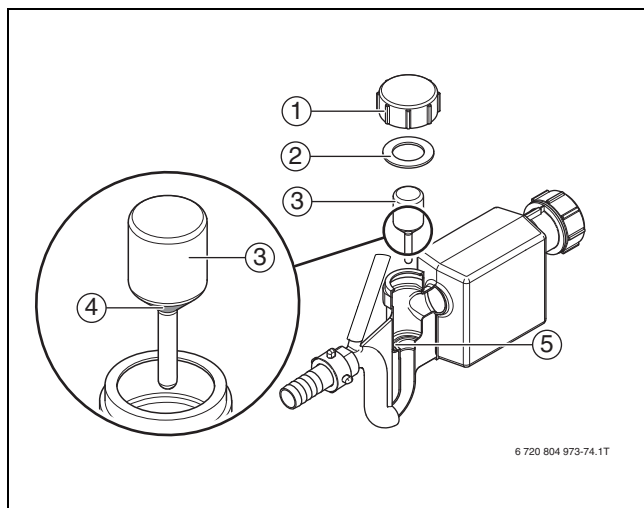
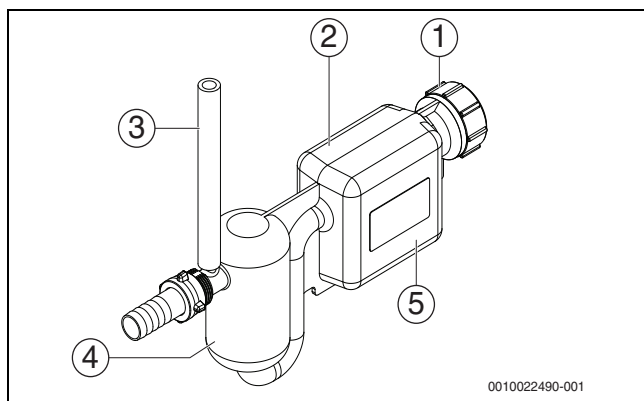
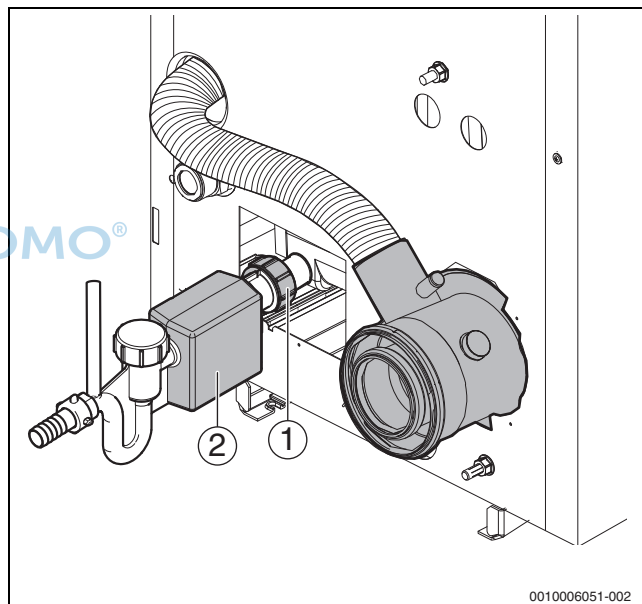

Bild 76 Siphon reinigen, Version 1
Bild 77 Siphon, Version 2
Bild 78 Kondensatwanne reinigen; dargestellt mit Siphon Version 1
Je nach Fertigungsstand können unterschiedliche Versionen des Siphons ausgeliefert oder montiert sein (→ Bild 76 und 77). Die Verwendung eines Siphons ohne Schwimmer (Version 2) ist nur in Verbindung mit einem am Kessel installierten Druckwächter zur Abgasüberwachung zulässig.
- ▶ Verschraubung am Anschlussstutzen der Kondensatwanne [1] lösen und Siphon [2] abnehmen (→ Bild 78).
- ▶ Siphon (→ Bild 76) an den Anschlussstutzen der Kondensatwanne (→ Bild 78) schrauben.
- ▶ Siphon (→ Bild 77; Ausgleichsvolumenbehälter [4] und Schmutzauffangbehälter [5]) mit Wasser befüllen.
- ▶ Siphon (→ Bild 77) an den Anschlussstutzen der Kondensatwanne (→ Bild 78) schrauben.
- ▶ Über den Entlüftungsschlauch (→ Bild 77, [3]) Wasser nachfüllen und dabei sicherstellen, dass der Siphon vollständig mit Wasser gefüllt ist.
Je nach Fertigungsstand können unterschiedliche Versionen des Siphons ausgeliefert oder montiert sein (→ Bild 76 und 77). Die Verwendung eines Siphons ohne Schwimmer (Version 2) ist nur in Verbindung mit einem am Kessel installierten Druckwächter zur Abgasüberwachung zulässig. Dieser Siphon darf auch im Ersatzteillfall ausschließlich für Kessel mit Druckwächter zur Abgasüberwachung eingesetzt werden.